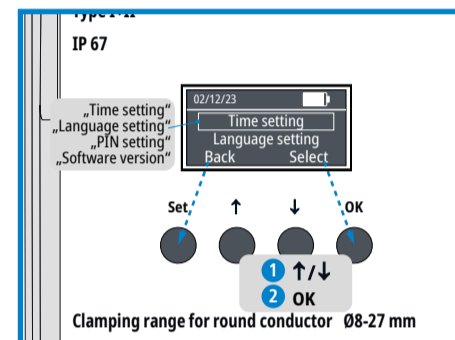

Fig. 11 Menu - **Setting**
das Auswahlmenu **Setting** (Fig. 11) wird angezeigt:
Die Anzeige des Geräts wechselt zurück zum Menu **Setting** (Fig. 11).
- Verlassen des Menus mit Taste **Set (=„Cancel“)** - das Auswahlmenu **Setting** (Fig. 11) wird angezeigt: oder